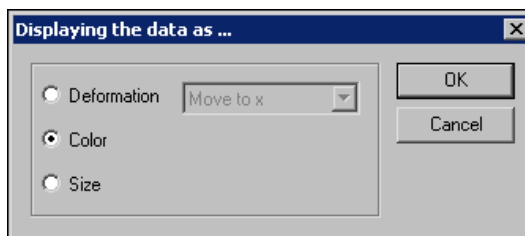

図 9-2 モデルポイントのカラーシェーディング設定
7. マウスを放すと、図 9-2 のようにダイアログボックスが開きます。